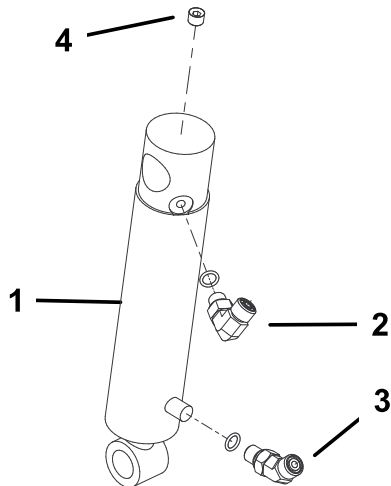

図 11
1. 油圧シリンダの上側ポートに90° フィッティングを取り付ける。フィッティングは図 11 のように組み付ける。注： 全部のOリングをきちんと潤滑し、フィッティングの正しい位置にセットしてから取り付けてください。
2. 油圧シリンダの下側ポートに45° フィッティングを取り付ける。フィッティングは図 11 のように組み付ける。